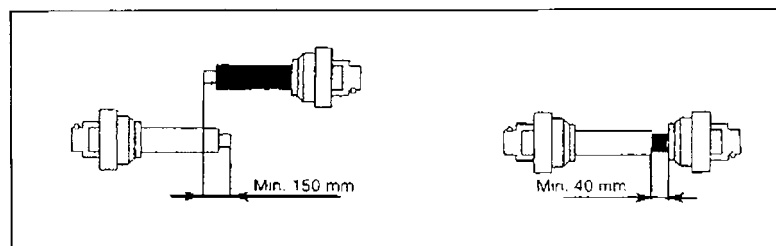

figure 2
- Placez les entretoises (15) de chaque côté de la roue, enfiler l'ensemble entre les bras de la fourche et insérez la vis (16) puis serrez l'écrou (17). Glissez ensuite l'axe de fourche du bas vers le haut dans son support et fixez-le avec la goupille (13). Répétez la même opération pour les 4 roues en prenant garde à ce que le même nombre d'entretoise soit passé de chaque côté du support de fourche.
- Fixez ensuite le support de renvoi d'angle avec les 4 vis 10 x 30 mm (5), puis tendez les courroies en agissant sur la vis (4). Vérifiez la tension en appuyant sur la courroie, de l'extérieur vers l'intérieur entre 2 poulies, la courroie doit fléchir de 10 mm environ.
- Rabattez le triangle d'attelage (20) vers l'avant (attelage de la tondeuse à l'arrière du tracteur) ou bien vers l'arrière (attelage de la tondeuse à l'avant du tracteur). Montez les tirants (26) sur le tablier de coupe avec les vis M14x30. Placez les tirants (26) à l'intérieur des 2 parties du triangle d'attelage (20), puis placez la chape d'attelage (23) autour avec les entretoises (24) et fixez le tout avec la vis (25).
- Réglage de la transmission (figure 2)